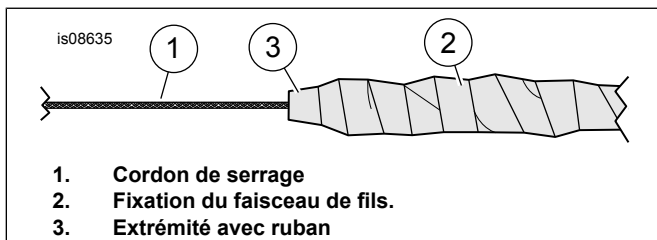
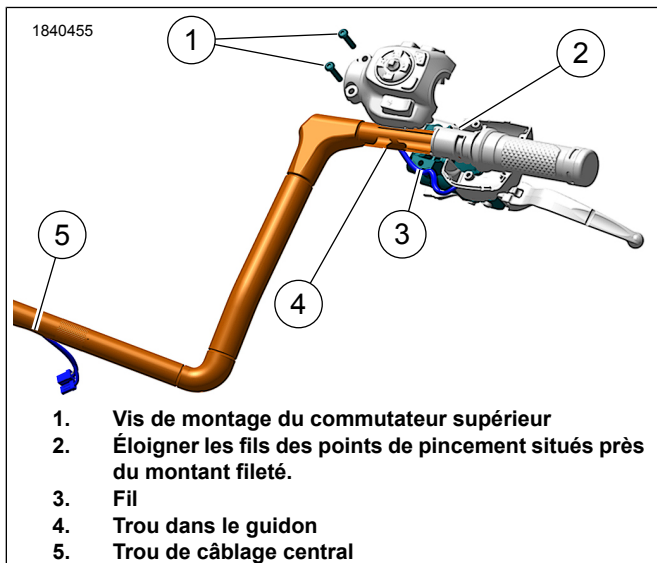

Figure 2. Cordon de serrage et fixation du faisceau.
Figure 3. Acheminement des fils de boîtier commutateur
1. Décaler les connecteurs afin qu'ils ne soient pas aux mêmes endroits le long du faisceau (2).
- a. Voir la figure 2. Enfiler un cordon approprié (1) à travers le guidon.
- c. Envelopper le ruban adhésif (2) sur le faisceau.
- d. Le ruban doit former un cône (3) et être suffisamment flexible pour pouvoir passer à travers le guidon.
3. Voir la figure 3. Le guidon étant placé sur une surface lisse et douce, les extrémités des poignées étant tournées vers le haut, introduire doucement le faisceau de fils du commutateur droit dans l'ouverture située sous le **nouveau** guidon et vers la grande ouverture située au centre du guidon.